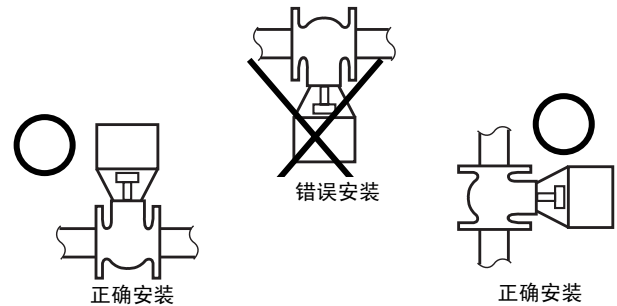

图4 安装方式
- 6) 执行器可在垂直到侧向之间的任何位置安装。安装ACTIVAL时，执行器应位于阀体正上方。（参见图4）但是，在室外时ACTIVAL必须始终在垂直位置安装。